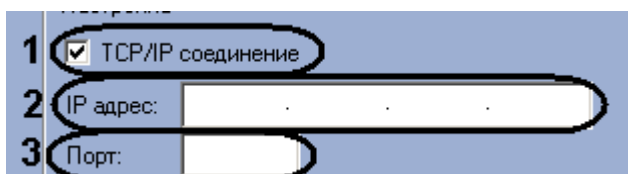

Рис. 3.2-4 Настройка подключения контроллера AAN через протокол Ethernet
- 4.1 Установить флажок **TCP/IP соединение** (Рис. 3.2-4).
- 4.2 В поле **IP адрес:** ввести IP адрес контроллера AAN (см. Рис. 3.2-4, 2).
- 4.3 В поле **Порт:** ввести номер порта контроллера AAN (см. Рис. 3.2-4, 3).